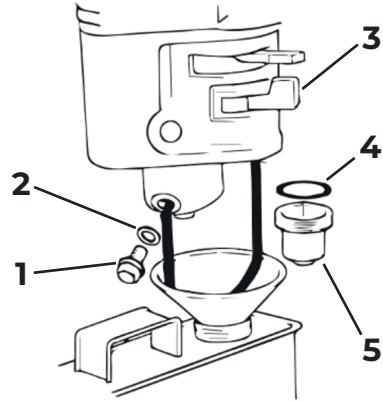

Рисунок 16.
3. Открутите болт 1 сливного отверстия и слейте топливо из поплавковой камеры карбюратора (Рис. 16).
4. Открутите стакан отстойника 5, вылейте из него топливо в заранее подготовленную емкость (Рис. 16).